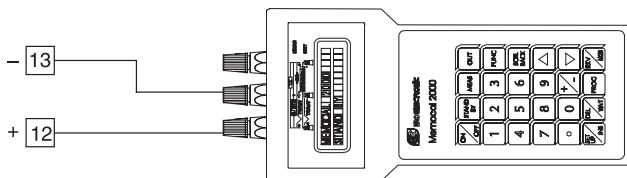

Рис.6
- Подключите тестируемый инструмент к калибратору, как показано на Рис. 6.
- Установите калибратор на 1300 мВ (см. Рис. 6).